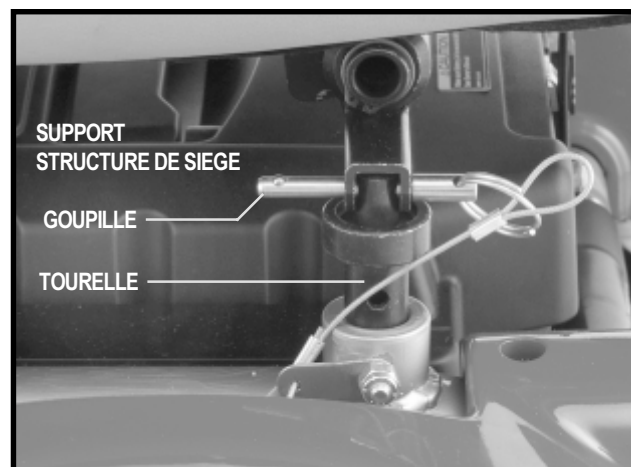

Figure 14. Tourelle avant
16. Retirez les goupilles des tourelles de siège coté gauche et droit. Voir la figure 14.